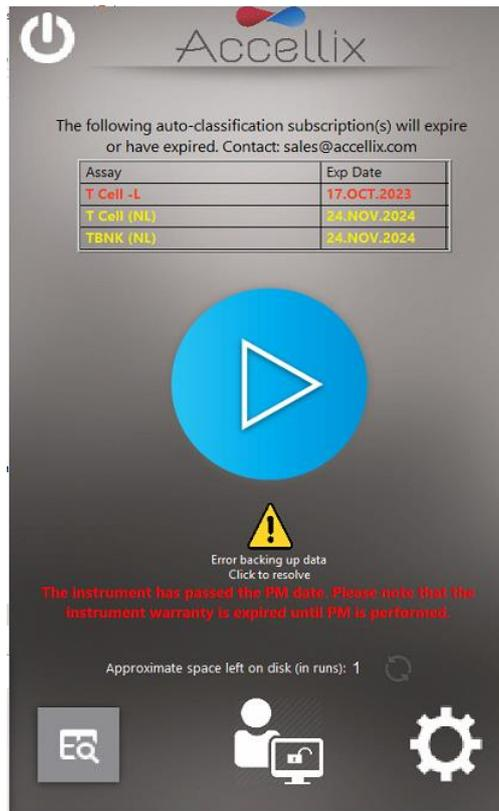

Abbildung 15: Startbildschirm mit aktivierter Anmeldung, Anzeige des Abonnementstatus, der Schaltfläche „Recopy“ (Erneut kopieren) und des PM-Status
Hinweis: Wenn automatische Klassifizierungsabonnements aktiviert sind und das Abonnement eines Assays innerhalb der nächsten 6 Wochen abläuft, werden der Name des Assays und das Ablaufdatum in einer Tabelle über der blauen Schaltfläche „Start“ in **gelb** angezeigt. Wenn das Abonnement eines Assays bereits abgelaufen ist, werden der Name des Assays und das Ablaufdatum in **rot** angezeigt (Abbildung 15).
Hinweis: Wenn Dateien nicht erfolgreich an den Backup-Speicherort kopiert werden konnten, erscheint unter der blauen Schaltfläche **Start** (Abbildung 15) eine gelbe Schaltfläche mit einem Warndreieck und einem Ausrufezeichen (!). Wenn Sie auf diese Schaltfläche klicken, wird der Bildschirm „Show Errors“ (Fehler anzeigen) angezeigt (siehe Abschnitt 12.4 Funktionen zur Fehlerbehandlung).
Hinweis: Wenn das Datum der vorbeugenden Wartung (PM) für ein Gerät überschritten ist, erscheint eine Warnung unter der blauen Schaltfläche **Start** (Abbildung 15). Bitte wenden Sie sich an den Accellix-Support, um die Wartung so bald wie möglich zu planen.